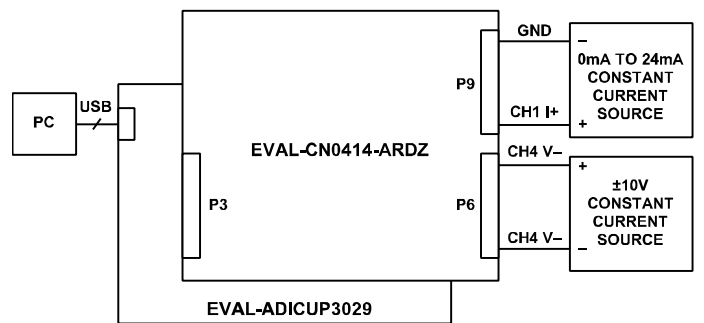

图14. 模拟输入设置示例
3. 连接信号源。精密电压和电流源可用作模拟前端的输入，从而评估系统性能。在图14中，将恒流源连接到通道1的电流输入上，电压源连接到通道4的电压输入上以测量差分电压。